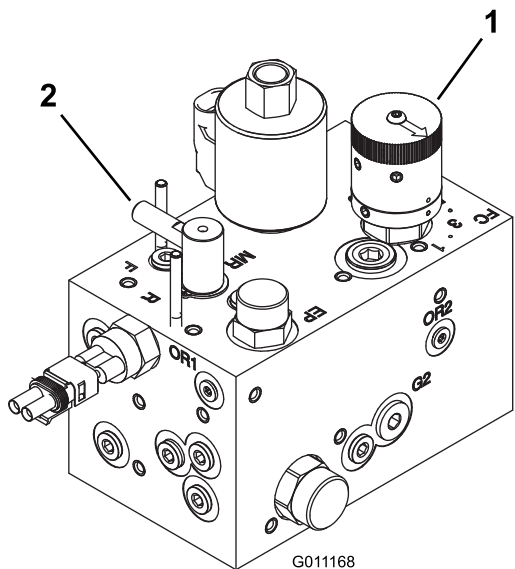

図 50
3. リール速度コントロールノブ 図 50 を、ステップ1で決めた番号に合わせる。